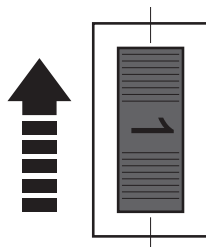

Fig. 14
- > Rotiți selectorul de viteză (15) la un număr mai mic pentru a scădea viteza (Fig. 14). O setare mai mică este adecvată la utilizarea unor vârfuri de frezare mai mici sau la efectuarea de lucrări pe materiale moi, precum plasticul.